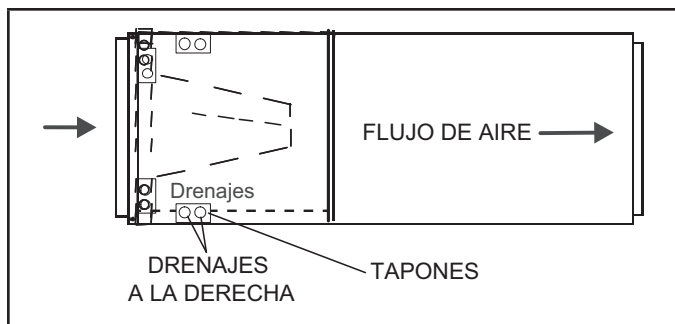

FIGURA 5. Configuración de descarga a la derecha
- 4 - La configuración horizontal se muestra en la FIGURA 5.